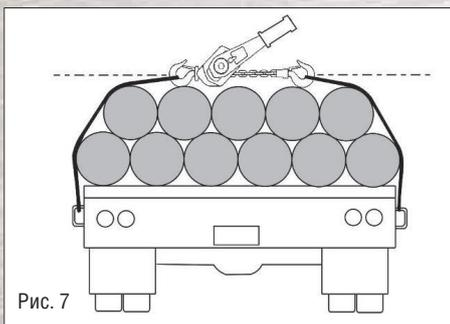

Рис. 7
- Если Вы используете стропы, таль должна быть расположена вдоль прямой линии, параллельной поверхности, на которую она опирается (Рис. 7).